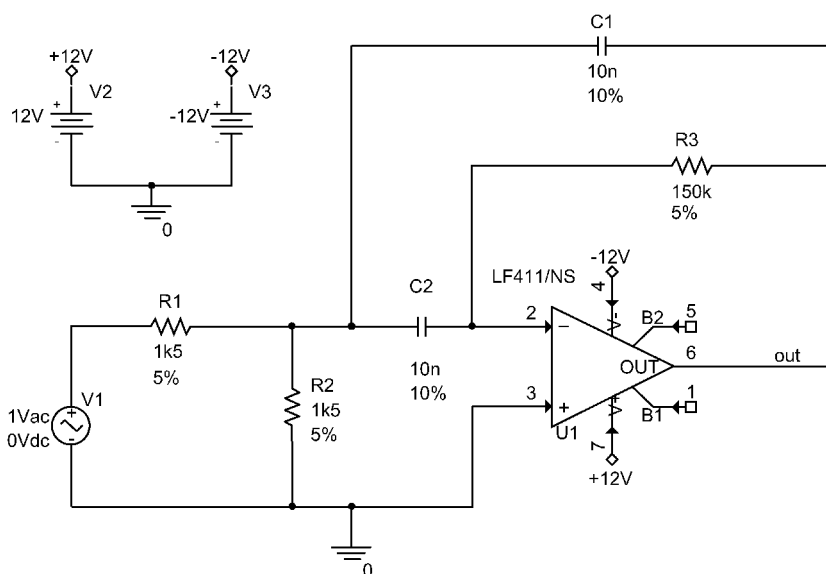

图 10.4 1500Hz 带通滤波器
如图 10.4 所示为 Sallen 和 Key 1500Hz 带通滤波器电路图。电阻和电容均添加容差属性，利用蒙特卡洛分析预测带通频率的统计变化。
1. 绘制如图 10.4 所示电路图。如果所用 OrCAD 软件为演示版，则运放型号选择 eval 库中的 uA741；或者选用 opamp 库中的 LF411 运算放大器，通过 Part Search 元器件查询可以看到 LF411 运放来自不同的生产商，每个运放都可以使